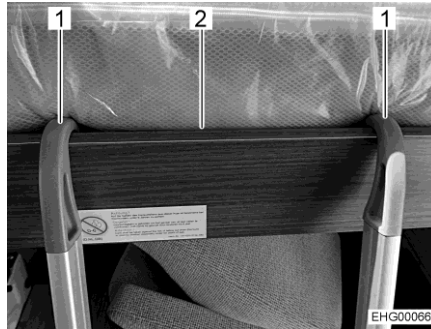

Bild 103 Stege (höjbar säng)
- Stegen fästs med de båda byglarna (Bild 103,1) i sängramen (Bild 103,2) på den höjbara sängen. Se till att bygeln ligger mot de inre liggande fixeringarna när stegen hakas in. Därmed är det inte möjligt att skjuta stegen åt sidan.
- Haka ur stegen (Bild 103,1).